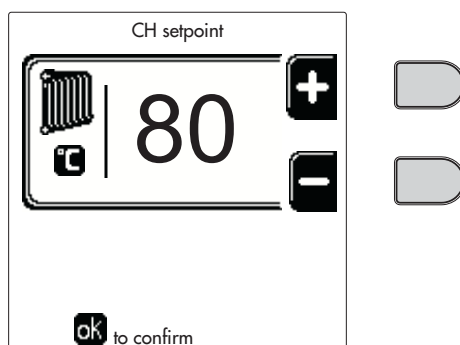
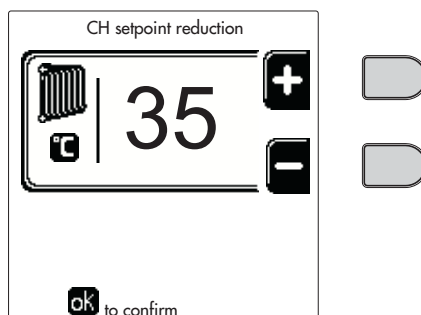
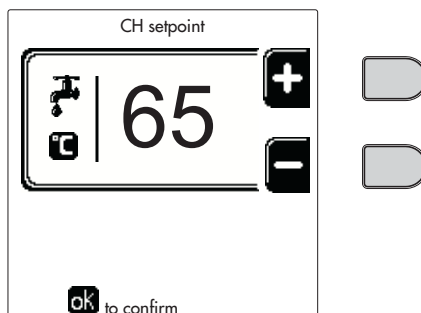
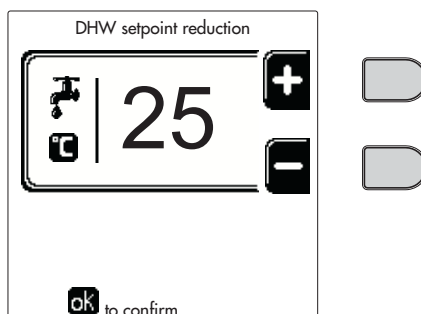

рис. 12
рис. 13
рис. 14
рис. 15
- **ON (ВКЛ)**. При поступившем запросе на отопление/ГВС котел работает на заданной температуре регулировки отопления/ГВС (рис. 12/рис. 14).
-  При поступившем запросе на отопление/ГВС котел работает на уменьшенной температуре регулировки. Уменьшенная температура достигается путем вычитания температуры регулировки уменьшения (рис. 13/рис. 15) от заданной температуры регулировки отопления/ГВС (рис. 12/рис. 14).